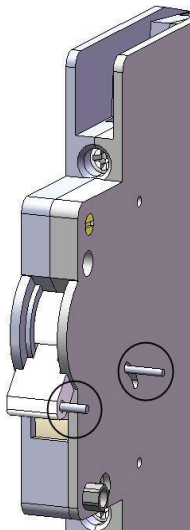

Рис. 1
2. Справа в ручку МССК вставьте короткий штифт и в отверстие правой боковины длинный штифт (рис.1). Если штифты уже вставлены, то данный этап можно пропустить.